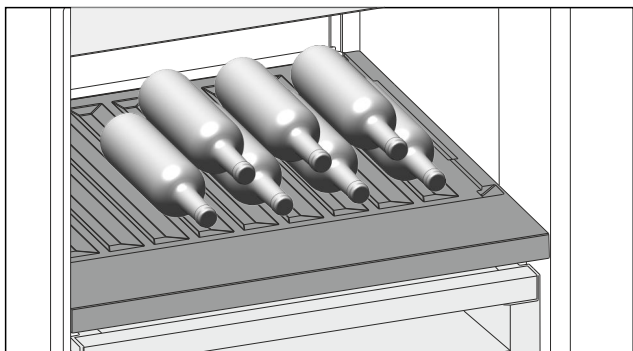

Fig. 141
- ▶ 将瓶底向后对着后壁放入瓶子。(参见 Fig. 141)